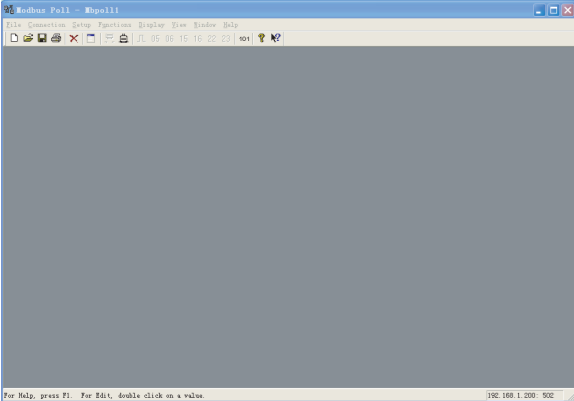

Рис. 3.7
1) Выберите параметр "Connection"-"Connection", как показано на Рис.3.7. Далее Вы можете выбрать метод подключения TCP/IP в открывающемся окне:
Для примера возьмем регистр временного хранения данных. Нажмите на кнопку 16 (см. Рис. 3.7, как показано ниже):